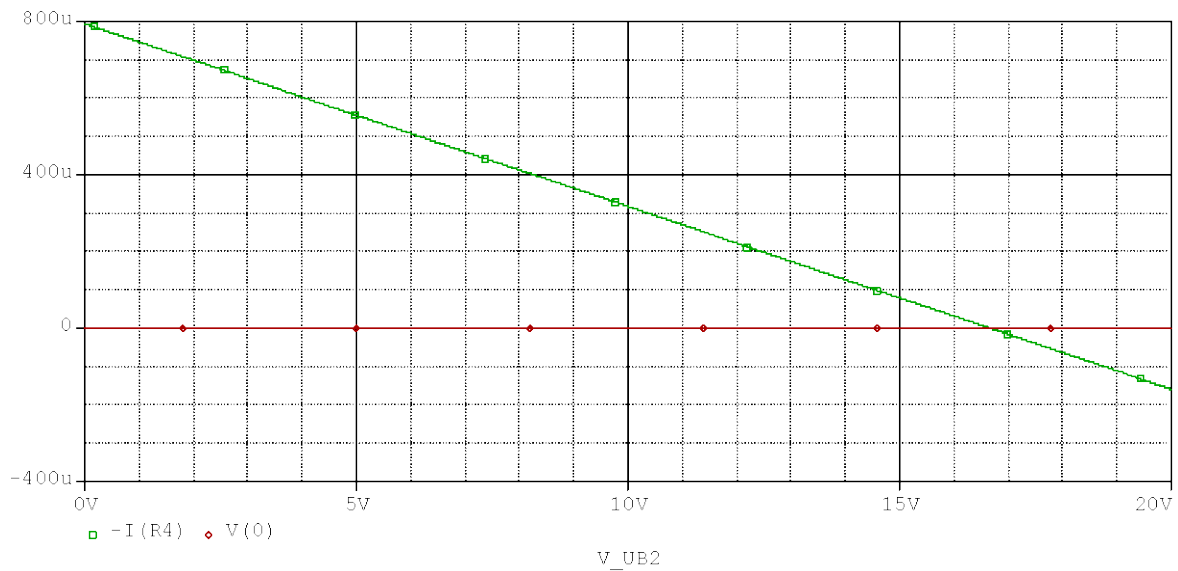

Рисунок 6.23 – Діаграма, що відображає зміну струму
34. Додайте до своєї діаграми нульову лінію (як на рис. 6.23), ввівши в рядок *Trace Expression* значення $V(0)$.